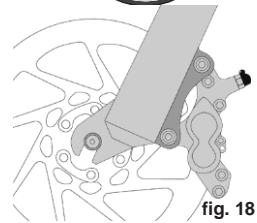
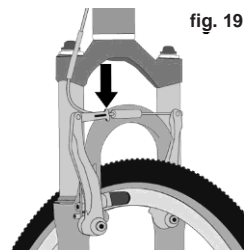

fig. 18
fig. 19
1. Si votre vélo électrique est équipé de freins sur jante, désengagez le mécanisme de serrage rapide du frein pour augmenter l'espace entre le pneu et les patins de frein. Reportez-vous à la **page 57, section 11** : "Technique", **sous-section C** : "Freins", **fig. 18 à 22**.
1. Si vous possédez un vélo électrique à plusieurs vitesses doté d'un système de dérailleur, mettez le dérailleur arrière en position haute (le pignon arrière le plus petit et le plus extérieur). Si vous avez un moyeu arrière à engrenage interne, n'essayez pas de démonter la roue arrière. Consultez votre revendeur agréé ou les instructions du fabricant du moyeu pour plus d'informations. Si vous avez un vélo électrique à une vitesse avec un frein sur jante ou à disque, passez à l'étape (4) ci-dessous.
2. Si votre vélo électrique est équipé de freins sur jante, désengagez le mécanisme de serrage rapide du frein pour augmenter l'espace entre la jante de la roue et les patins de frein. **Reportez-vous à la page 57, section 11 : "Technique", sous-section C : "Freins", fig. 18 à 22.**
2. Certains freins de vélo, comme les freins à disque (fig. 18) et les freins à traction linéaire (fig. 19), sont extrêmement puissants. Il convient de se familiariser avec ces freins et d'être particulièrement prudent lors de leur utilisation.
La plupart des freins sur jante sont dotés d'un mécanisme de serrage rapide qui permet aux patins de dégager le pneu lors du démontage ou du remontage de la roue. Lorsque le serrage rapide du frein est en position ouverte, les freins ne fonctionnent pas. Demandez à votre revendeur agréé de s'assurer que vous comprenez bien le fonctionnement du serrage rapide des freins sur votre vélo électrique (**voir les figures 19, 20, 21 et 22**) et vérifiez à chaque fois que les deux freins fonctionnent correctement avant d'enfourcher le vélo électrique.